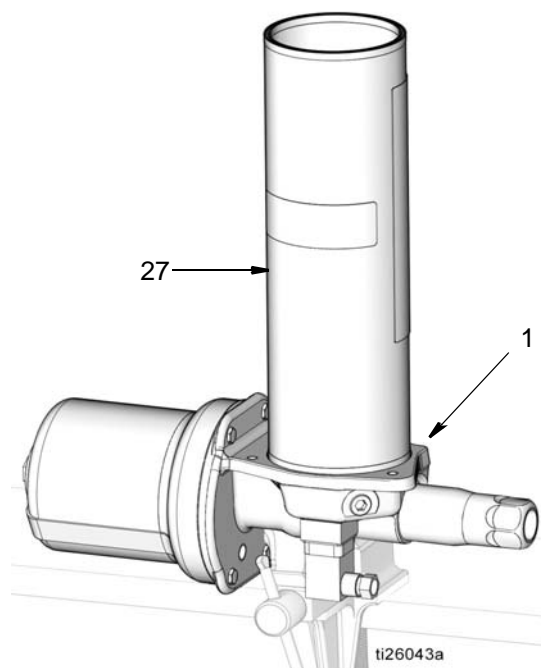

Рис. 57
11. Установите резервуар (27) в основание насоса (1) (Рис. 57).